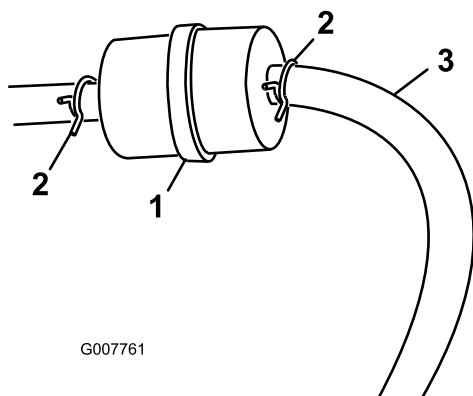

図 24
3. 古いフィルタのクランプをゆるめて脇に寄せる(図 24)。
5. 新しいフィルタをホースに取り付け、クランプで固定する（図 24）。
3. 燃料フィルタについているクランプをゆるめ、フィルタからずらす（図 24）。
4. 燃料フィルタから燃料ホースを抜き取る（図 24）。
注 落ちてくるガソリンをガソリン容器または廃油受けに受ける（図 24）。
5. フィルタに燃料ホースをつなぎ、クランプで固定する。（図 24）。